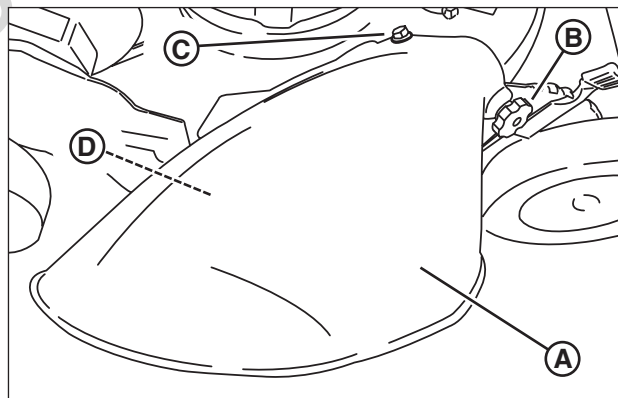

Figura 9: Instalación del deflector de descarga
2. Instale el deflector (**A**, **Figura 9**) en la cubierta en lugar de la cubierta de mantillo, y asegúrese de lo siguiente: